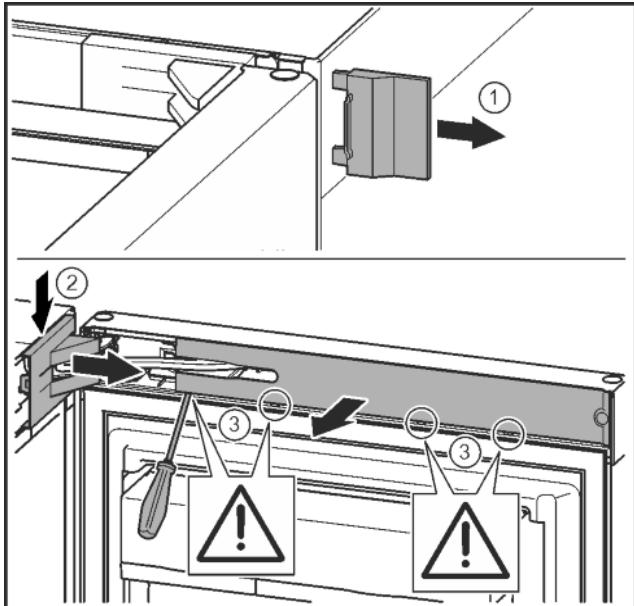

Fig. 11
- Снять внешнюю крышку. Fig. 11 (1)
- При помощи отвертки освободить крышку опорного кронштейна и отсоединить. Снять крышку опорного кронштейна. Fig. 11 (2)
- Шлицевой отверткой вывести накладку из зацепления и отвести в сторону. Fig. 11 (3)